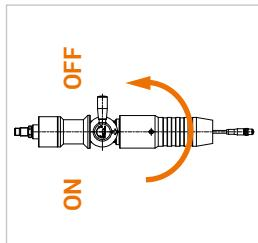

Figure 16
- ▶ Tournez le levier de commande (pos. 3) du nozzle de ravitaillement de 180° en position OFF (*Figure 16*).